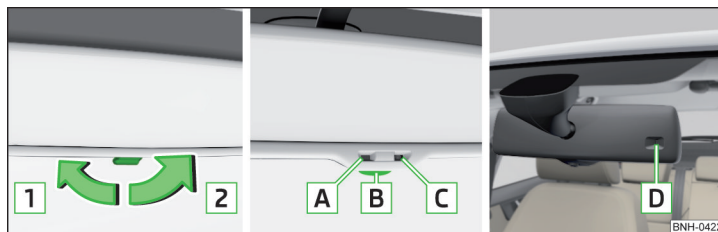

Fig. 50 Oglinda interioară: cu efect heliomat manual / cu efect heliomat automat / senzor de lumină
**Oglindă cu efect heliomat manual » fig. 50**
### Oglindă cu efect heliomat automat » fig. 50